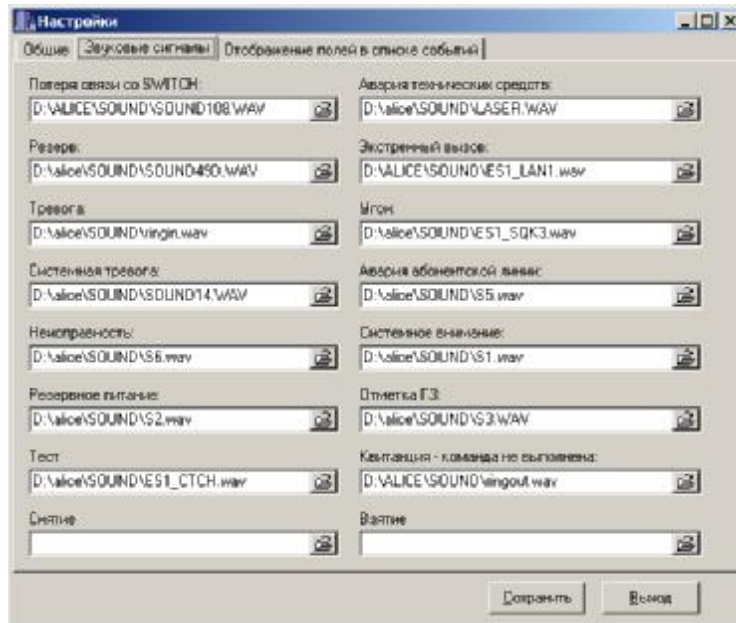

Рисунок 121
5.12.3 При входе в закладку «Звуковые сигналы» (рисунок 121) программа позволяет производить смену звуковых сопровождений всех получаемых событий. Все звуковые сигналы разделены по приоритетам (вернее сказать, каждый вид сообщения имеет свой приоритет), и следовательно при получении события с более высоким приоритетом, чем